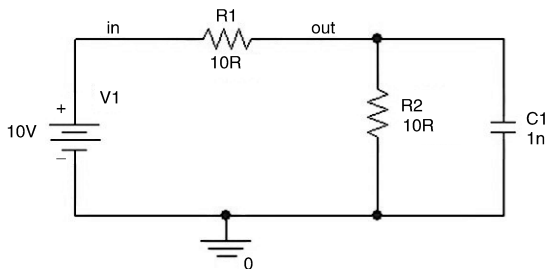

图 2.17 RC 电路
1. 图 2.17 所示为 RC 电路，该电路以第 1 章的电阻电路为基础，增加电容 C1 与 R2 并联，电容选自 analog 库，容值为 1nF。